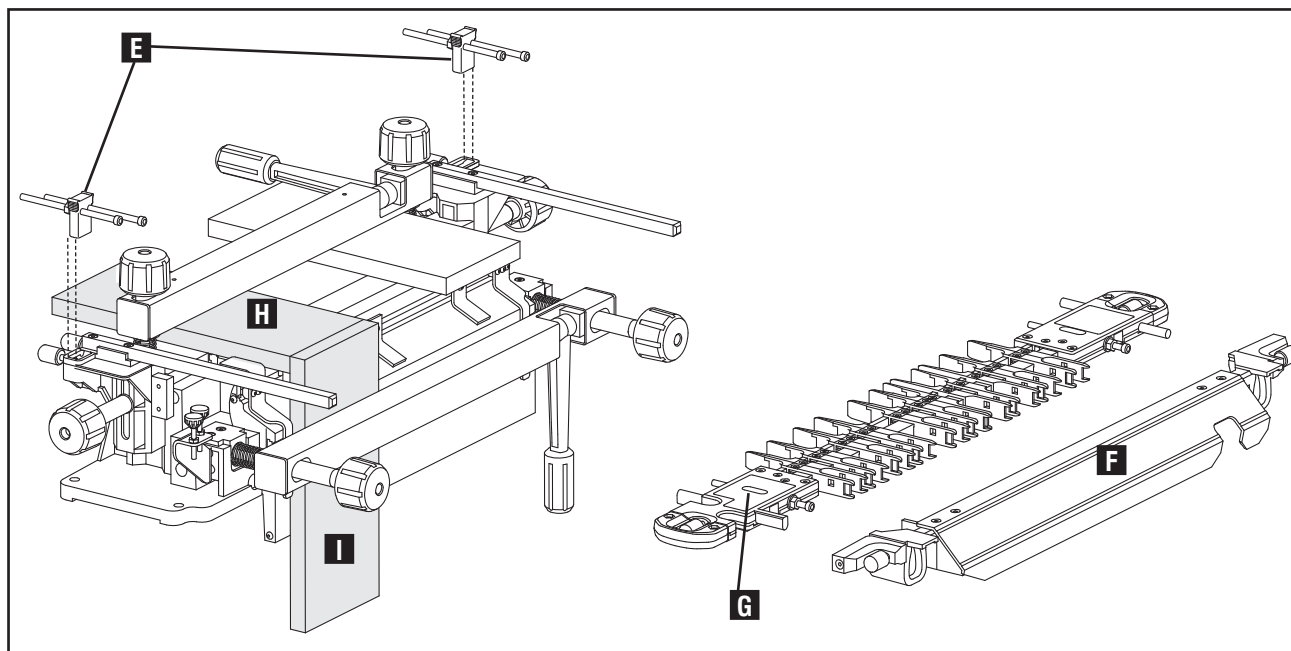

Fig. D5
1. Inserte los topes correctos (E) Fig. D5, según la Guía de instalación para cola de milano.
2. Retire la barra del estabilizador. (F)
3. Asegúrese de que la plantilla digital de espacios variables esté montada en las varillas con la etiqueta roja "Colas A" (G) hacia arriba, en el lado izquierdo.
4. Monte una tabla de descarte en la posición horizontal, como se muestra en (H). Asegúrese de que esta tabla tenga el mismo espesor que la tabla con espiga.